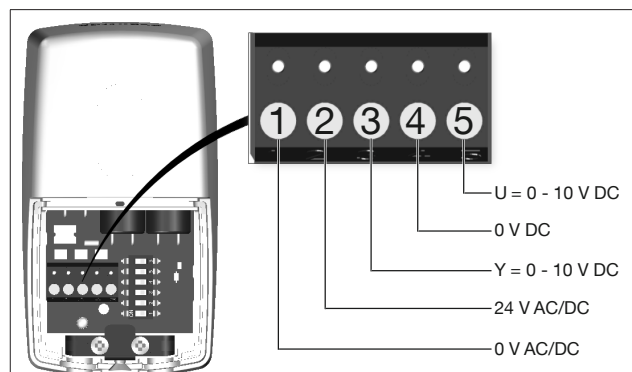

Fig. 5: Disposition des raccordements
- Établir l'alimentation électrique selon la disposition souhaitée sur la Fig. 5 en page 9.